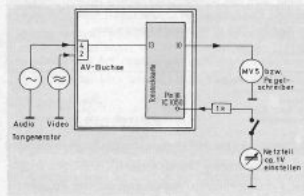

Bild 11 Meßschaltung
2. Richtige Messung des Frequenzganges über Band bei 26 dB unter Vollpegel: (Meßschaltung Bild 11.)